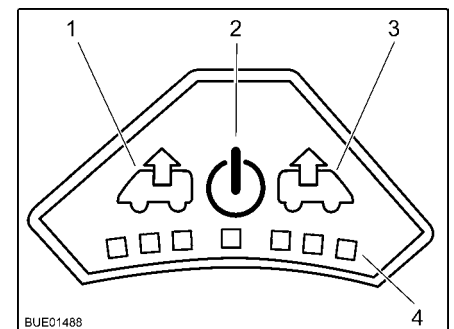

Bild 112 Bedienfeld des Ventilators
- Taste Ein/Aus (Bild 112,2) drücken. Der Ventilator läuft im Komfortmodus (Entlüften mit niedrigster Ventilatordrehzahl).
- Um die Ventilatordrehzahl zu erhöhen: Taste Entlüften (Bild 112,1) drücken. Die Ventilatordrehzahl in Entlüftungsrichtung nimmt um eine Stufe zu. LEDs (Bild 112,4) zeigen die Schaltstufen an.
- Um die Ventilatordrehzahl zu verringern: Taste Belüften (Bild 112,3) drücken. Die Ventilatordrehzahl nimmt um eine Stufe ab.
- Um die Ventilatordrehzahl zu erhöhen: Taste Belüften (Bild 112,3) drücken. Die Ventilatordrehzahl in Belüftungsrichtung nimmt um eine Stufe zu. LEDs (Bild 112,4) zeigen die Schaltstufen an.
- Um die Ventilatordrehzahl zu verringern: Taste Entlüften (Bild 112,1) drücken. Die Ventilatordrehzahl nimmt um eine Stufe ab.
- Taste Ein/Aus (Bild 112,2) drücken. Der Ventilator stoppt, die LEDs erlöschen.